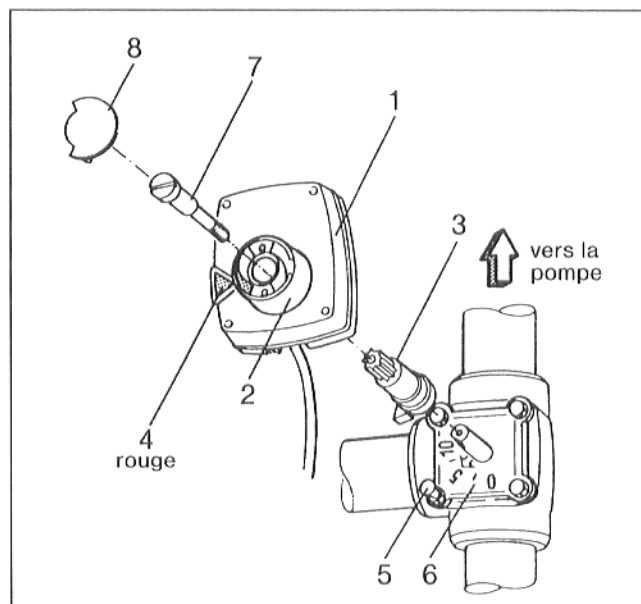

Fig. 2
- Ajuster l'aiguille de la douille d'entraînement (3) au centre du cadran du mélangeur (fig. 2).
- Placer le moteur de mélangeur sur la douille d'entraînement (3). Le repère triangulaire rouge (4) doit se trouver sur le côté gauche (fig. 2).
- Vérifier que la goupille d'arrêt (5) est correctement fixée au support (6) (fig. 2).
- Introduire la vis (7) au centre du bouton du moteur et visser le moteur à l'axe du mélangeur (fig. 2).
- Enfoncer le capuchon à encoche de lecture (8) sur le bouton du moteur conformément à la fig. 2.